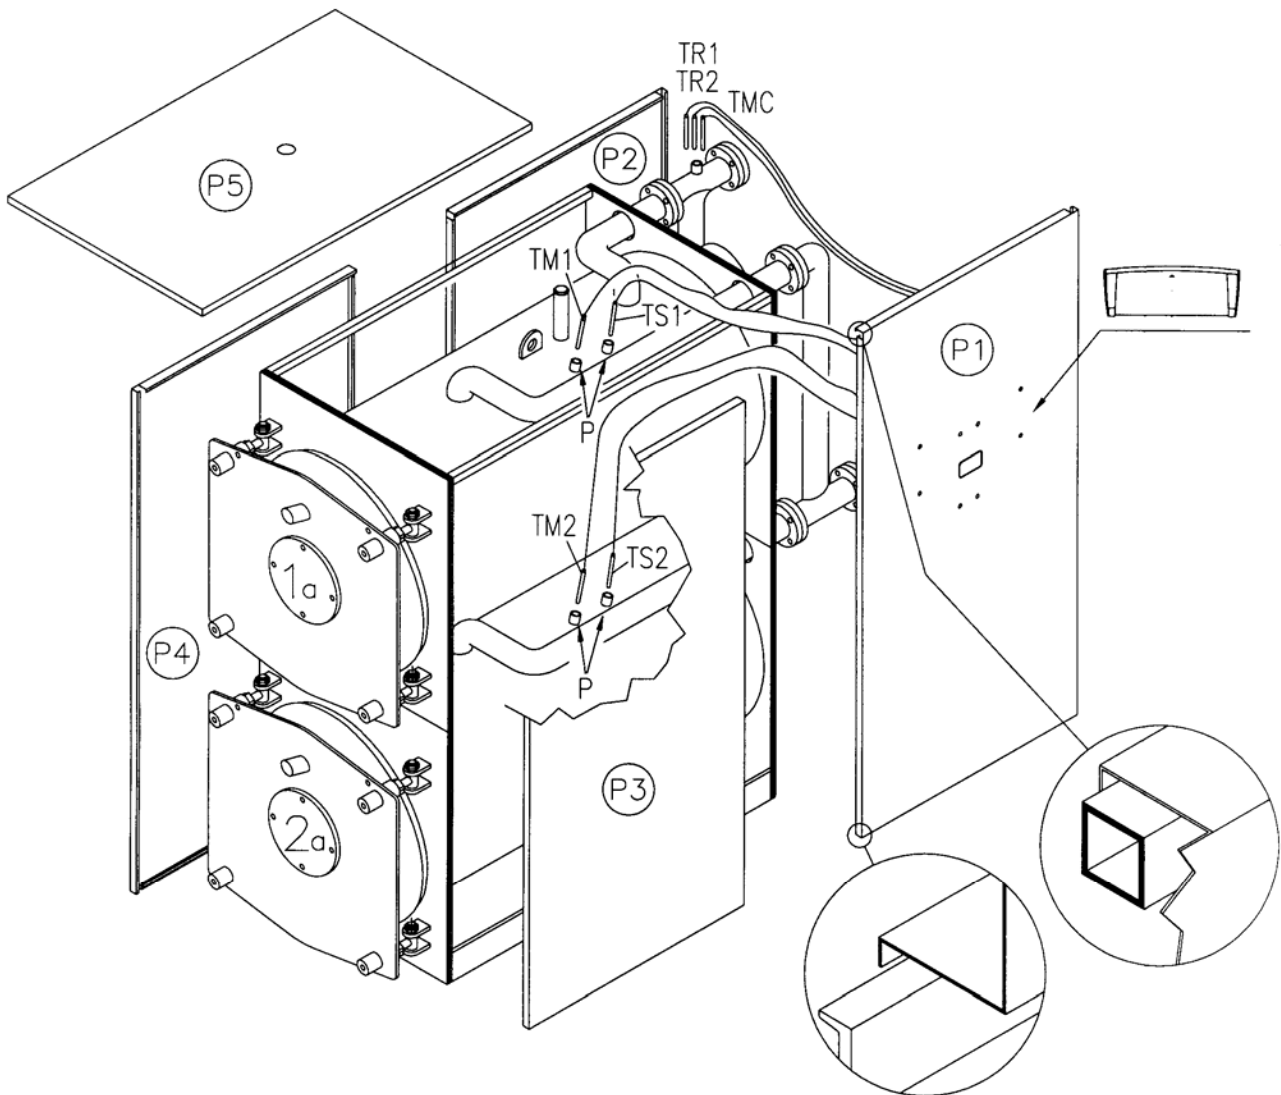

Рис. 11
4.4 ОБШИВКА КОТЛА REX DUAL 14÷70 (Рис. 11)
- a) Обернуть стекловатой корпус котла, оставив видимыми футляры для колб (P), расположенные на правой стороне.